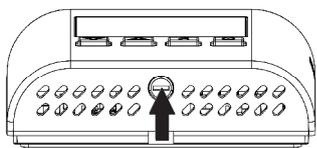

Рис. 4
2. Нажмите с помощью отвертки пластиковый зуб, расположенный в пазу на нижней стороне, затем слегка приподнимите пластиковую крышку (Рис. 4).